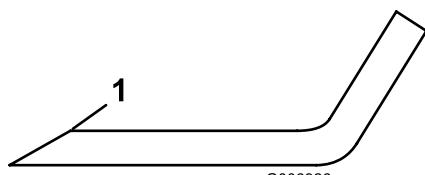

**Рисунок 66**
- Осторожно проверьте режущие кромки ножей, особенно в точке соединения плоской и изогнутой частей ножа (Рисунок 66).
- При обнаружении износа (Рисунок 66) замените нож; см. Проверка и регулировка плоскости вращения ножей (страница 57).